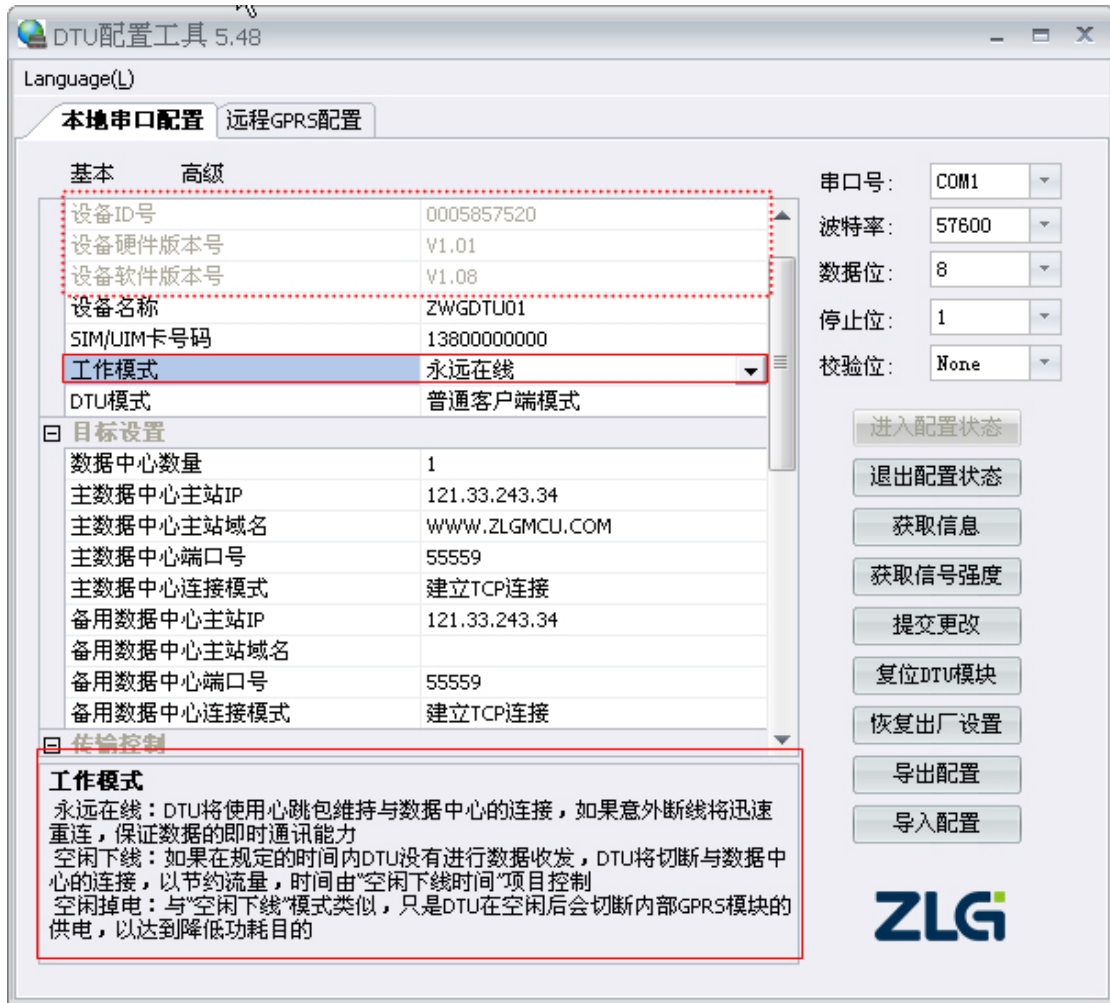

图 3.4 配置页面
2. 单击【**获取信息**】，界面出现设备当前的配置信息，图 3.4 所示，用户根据实际更改各个配置；